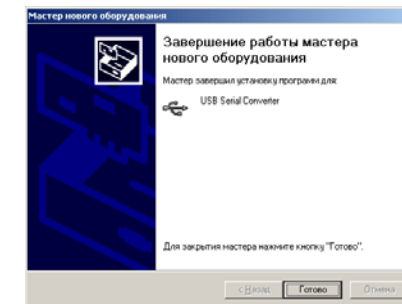

Рисунок 8.11
4) Клацнути по кнопці **Далее >**, через кілька секунд на екрані з'явиться вікно (рисунок 8.11), що буде свідчити про виконану загрузку драйвера. Для завершення клацнути по кнопці **Готово**.